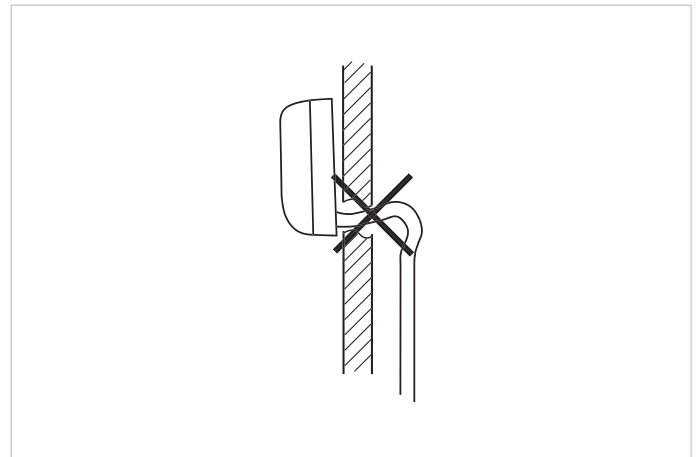

Abb. 9.1 Vermeiden Sie ein Gegengefälle in der Kondensatleitung.
- Vermeiden Sie ein Gegengefälle in der Kondensatleitung (siehe Abbildung 9.1).